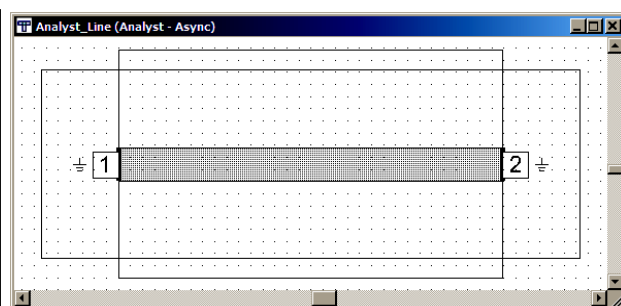

Рис. 28
5. Из двух граничных форм (рис. 28) выделите первоначальную, щёлкнув по ней мышкой, и нажмите клавишу **Delete**.